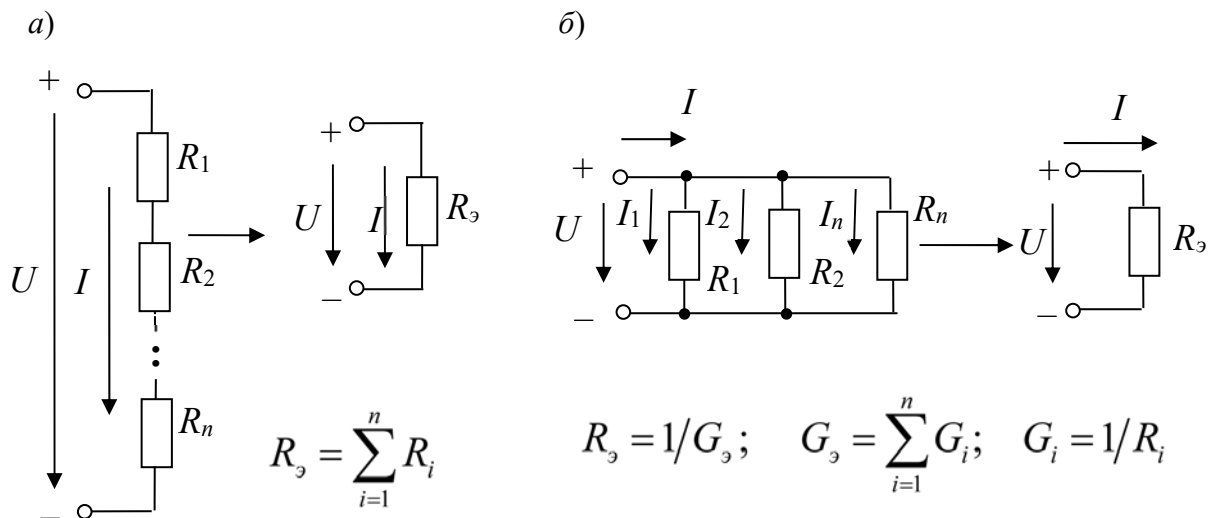

Рисунок 1.1 – Последовательное и параллельное соединение резисторов
- замена нескольких последовательно или параллельно соединенных резисторов одним (рисунок 1.1);